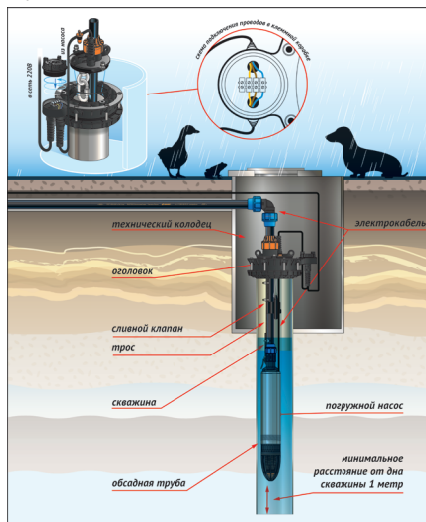

Рисунок 4
- Надеть фланец плоской поверхностью вверх и резиновое кольцо на обсадную трубу скважины. При установке оголовка модели ОСПБ 133-160/32 (40) использовать одно из двух прилагаемых резиновых колец, соответствующее диаметру конкретной обсадной трубы. В оголовках ОСПБ основание имеет отверстие со скругленными кромками для безопасного опускания насоса.
- Коммутация сетевого кабеля и электрического кабеля насоса производится по схеме (рисунок 4).